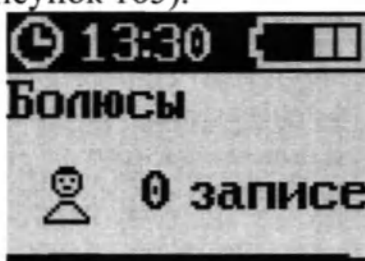

Рисунок 165 – Экран «БОЛЮСЫ»
3. Нажать кнопку «ОК» (рисунок 165).